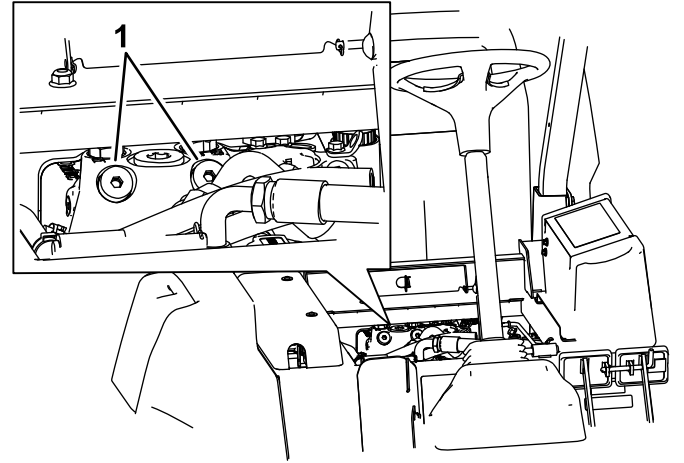

Figura 72
1. Levante el asiento y localice las válvulas de desvío, que están situadas debajo de la parte delantera del depósito de combustible (Figura 72).